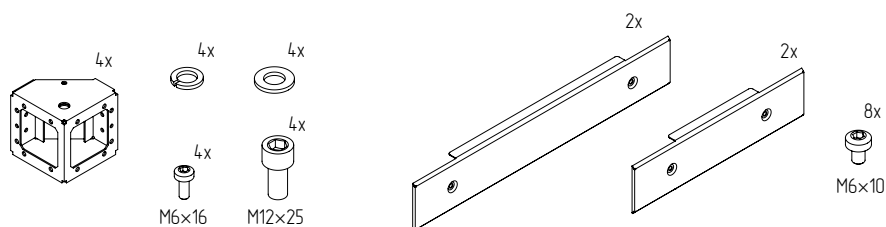

Рисунок 3 – Комплектность цоколя
4.1.5 Проверить комплектность цоколя (рисунок 3).